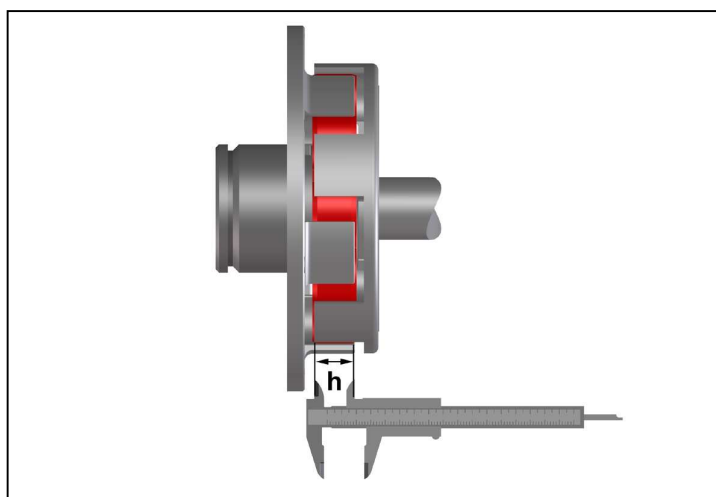

Bild 8
- Messen Sie gemäß Bild 8 die axiale Klauenüberdeckung h .